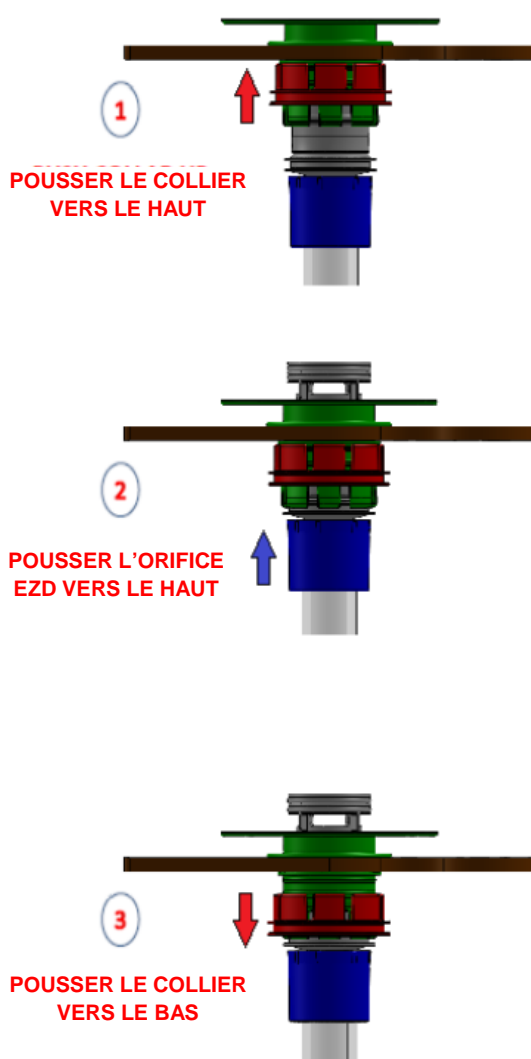

Figure 21 : Passage de la position fermée à ouverte (permet l'écoulement du fluide)
1. Pour décharger le bioconteneur de mélange, raccorder le tuyau de vidange à un récipient approprié puis ouvrir le collier de serrage du tuyau d'évacuation. Si disponible, la valve EZ Drain doit être ouverte en poussant le collier de verrouillage vers le haut jusqu'à entendre un déclic, puis pousser vers le haut sur le BarbLock®* bleu pour ouvrir le tuyau d'évacuation, et appuyer vers le bas sur le collier de verrouillage pour le verrouiller de nouveau (Figure 21).